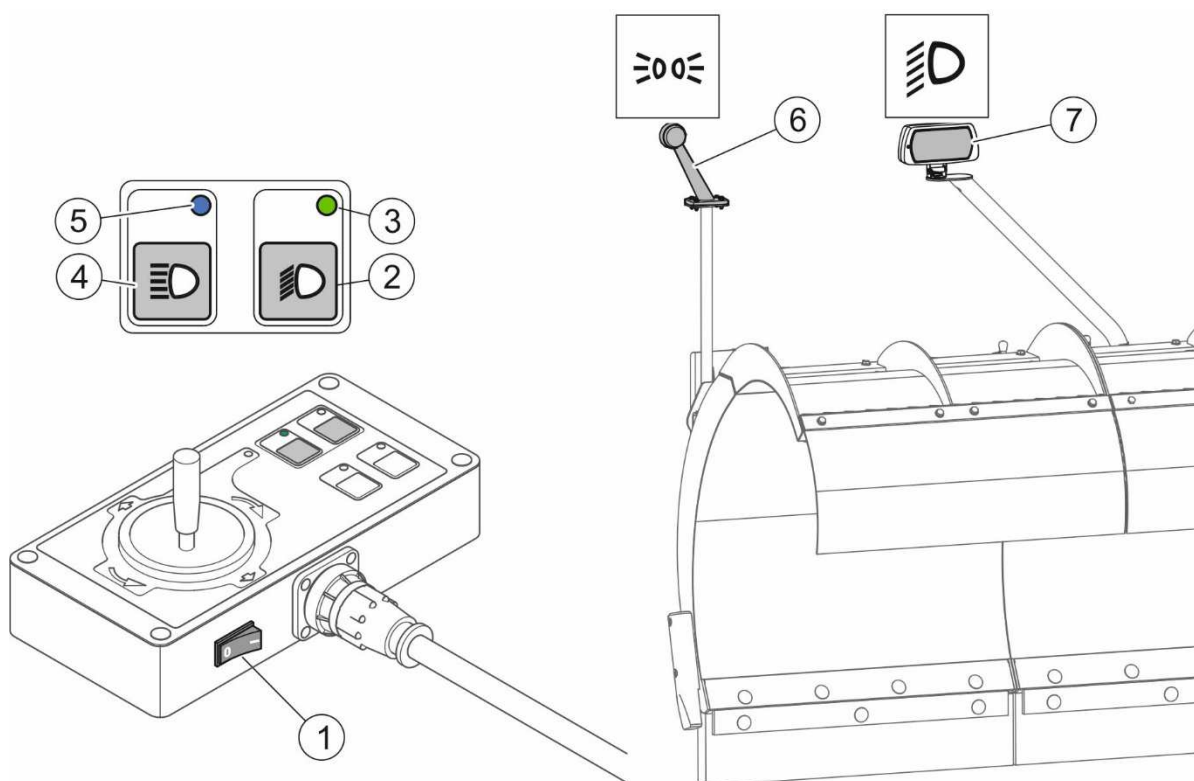

РИСУНОК 4.15 Включение световой сигнализации. (версия снегоотвала с гидравлической системой - 1 пара быстроразъемных соединений или с
фонарей (6) (РИСУНОК 4.15) снегоотвала происходит в момент активации пульта при помощи главного выключателя (1).